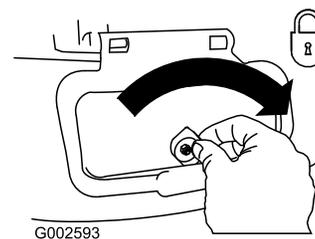

Figure 37
**Important:** Verrouillez le volet d'éjection latérale après l'avoir fermé (Figure 37).